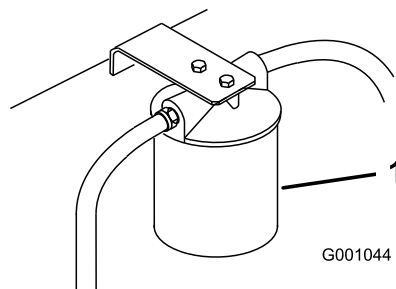

Figura 92
3. Coloque um recipiente de escoamento debaixo do filtro, retire o filtro antigo e limpe a superfície da junta do adaptador do filtro (Figura 92).